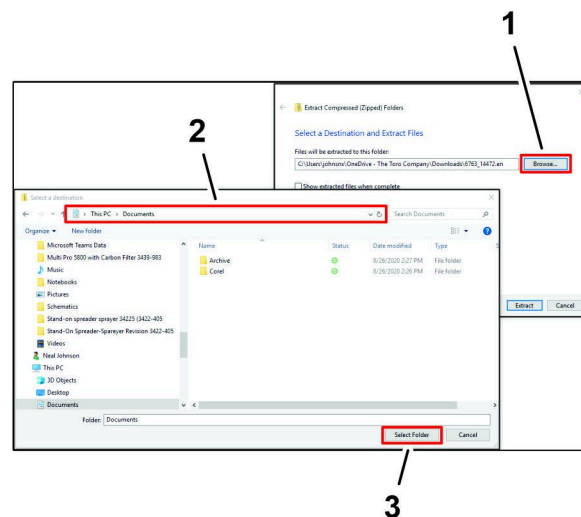

Figura 35
2. En el cuadro de diálogo Extraer comprimidos, haga clic en el botón SIGUIENTE (Figura 35).
3. En el cuadro de diálogo Seleccionar destino, navegue a la carpeta DOCUMENTOS, y haga clic en el botón SELECCIONAR CARPETA (Figura 35).